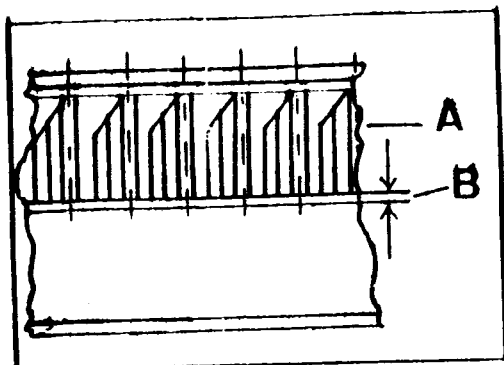

Fig. A3-103 Montaje de la corona del volante motor
- 2.2. Calentar la nueva corona a unos 250°C y situarla sobre el volante en la posición que indica la fig. A3-103, tomando las precauciones necesarias para evitar quemaduras.
- 2.3. Introducir la corona en el volante de forma uniforme hasta conseguir la posición indicada en la Fig. A3-103.